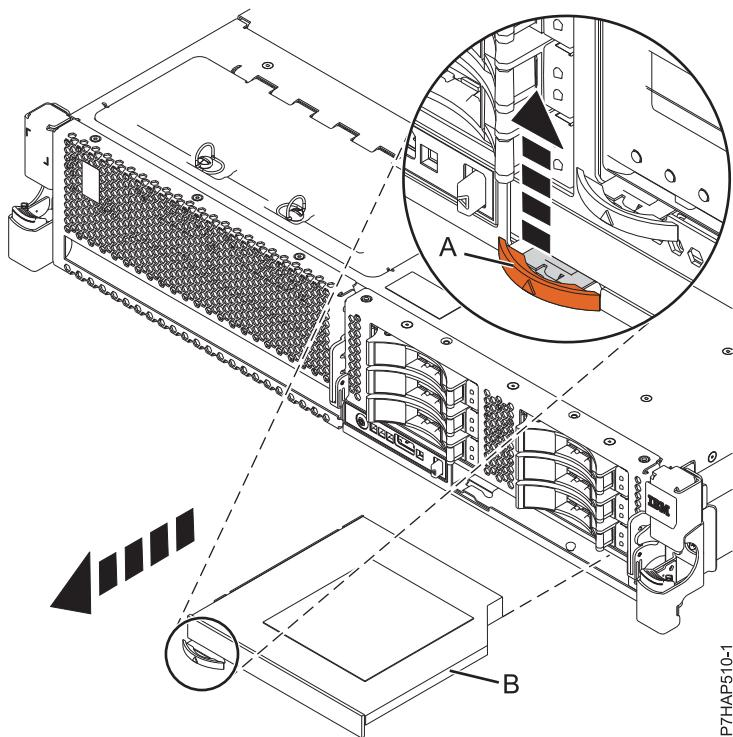

図4. ディスク・ドライブ・バックプレーンからのスリムライン・メディア・デバイスの取り外し
- a. タブ (A) でブラケットをメディア・デバイスのサイドに位置を合わせます。このブラケットは、ねじ、クリップ、または他の締め付けデバイスでは取り付けられません。タブと摩擦によって所定の位置に保持されています。
- b. 小さなタブをメディア・デバイス (B) のスロットに位置を合わせ、デバイスとクリップと一緒に挿入します。次に、タブ (A) が所定の位置にロックされるまで押します。ご使用のシステムの構成に応じて、図 4 または 5 を参照してください。